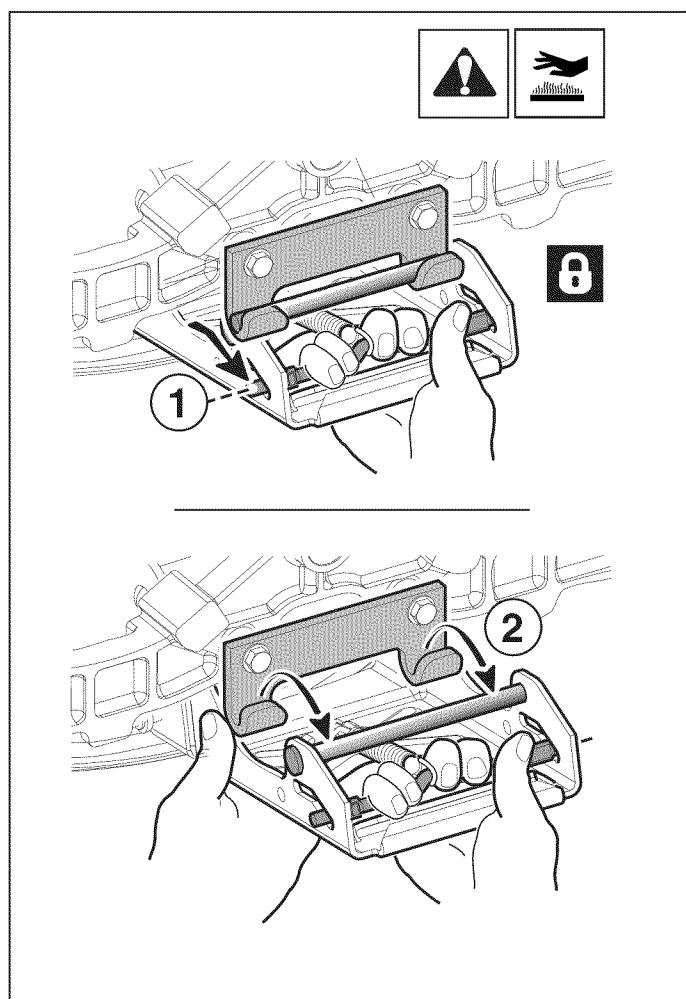

Figura 20
- Gire las ruedas hasta ponerlas rectas. Tire hacia atrás sobre la palanca accionada por resortes y eleve el enganche hasta sacarlo del soporte del enganche del tractor (véase 1-2, Figura 20).